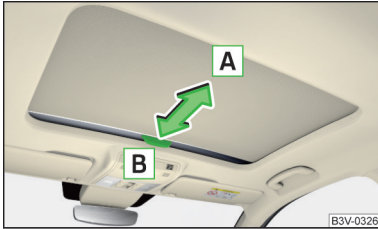

Abb. 62
- › Zum **Öffnen** den Griff in Pfeilrichtung **A** ziehen » **Abb. 62**.